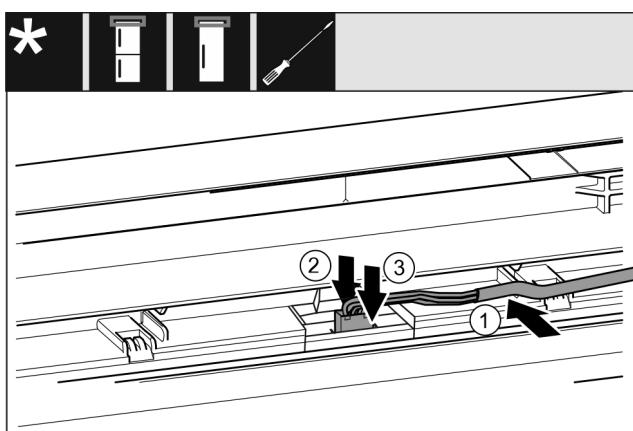

Fig. 46 Kombinace chladničky s mrazničkou / mrazničky / chladničky*
- Kabel Fig. 46 (1) vložte do vedení v horních dvírkách.*
- Západku Fig. 46 (2) zatlačte dozadu.*
- Zaklapněte zástrčku Fig. 46 (3).*